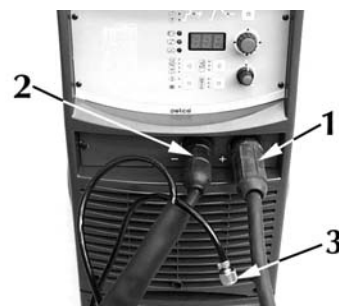

Fig. 6
- 1) Conecte el conector (Fig.6) de la pinza de masa a la toma positiva (+) del generador.